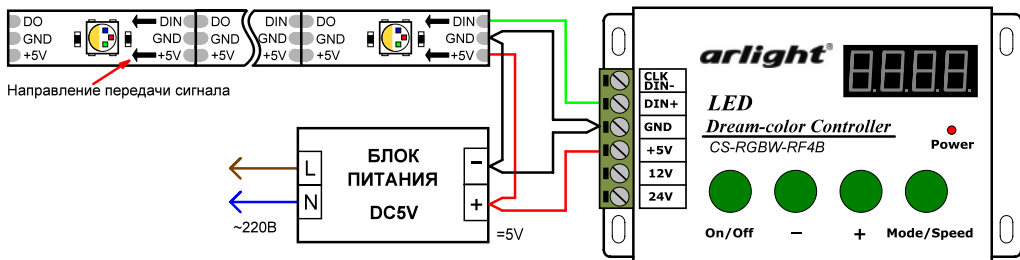

Рис.1. Подключение контроллера при длине кабеля между контроллером и лентой до 10 м.
- Подключите контроллер согласно схеме на Рис.1. **Учитывайте направление передачи сигнала, обозначенное на ленте стрелкой.**